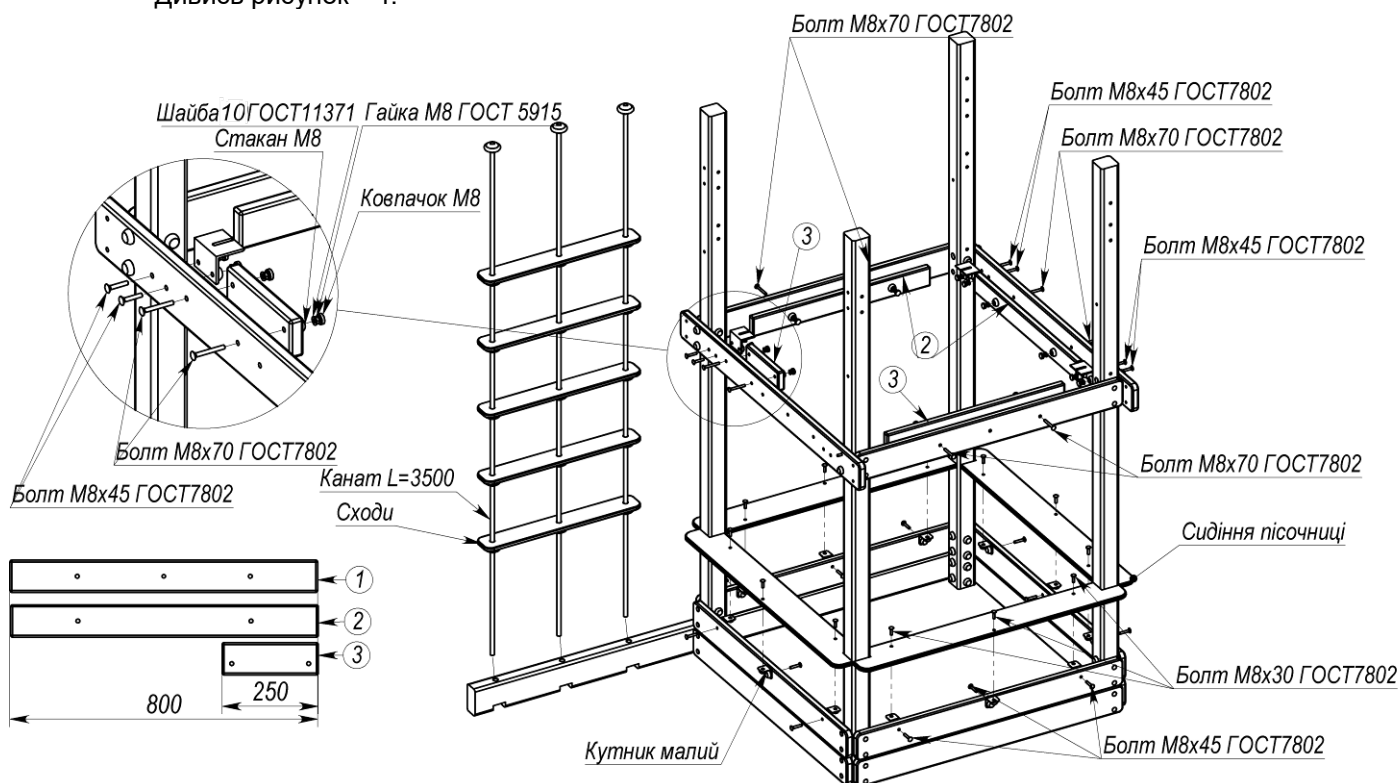

Рисунок 4 «Схема збирання частин комплексу»
- 7) На дошки, що тримають площадку закріпити опорні дошки та три кутника великих. За допомогою кутників, болтів, гайок, шайб та пластикових стаканів з ковпачками закріпити сидіння пісочниці. Дивись рисунок 4.